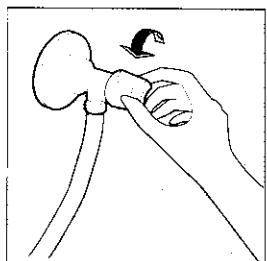
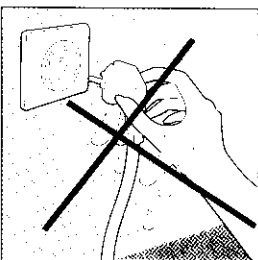

Fig. 10
Fig. 11
- 1) Que les raccords hydrauliques sont corrects *, que le robinet est ouvert (Fig. 10) et que le tuyau de vidange soit bien positionné.
- 2) Que le bouton programmeur (P) est en position d'arrêt (STOP).
- 3) Avec les mains bien sèches, insérez la fiche dans la prise de courant (Fig. 11).
- 24) Avec les mains bien sèches, débranchez la machine du réseau électrique (Fig. 11).